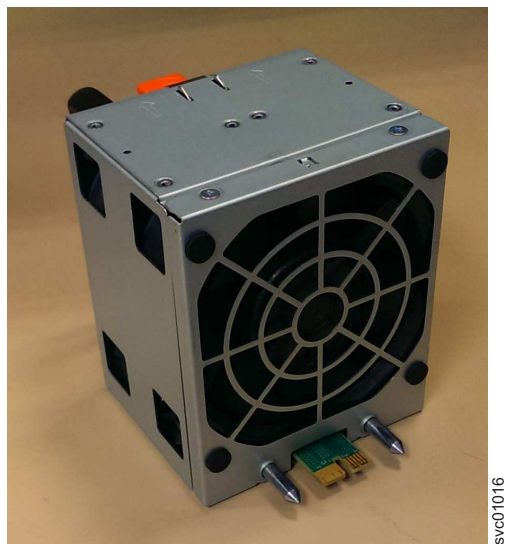

Рисунок 101. Ориентация модуля вентиляции
1. Возьмите модуль вентиляции за фиксатор сверху и коннектор внизу (см. рис. 101).